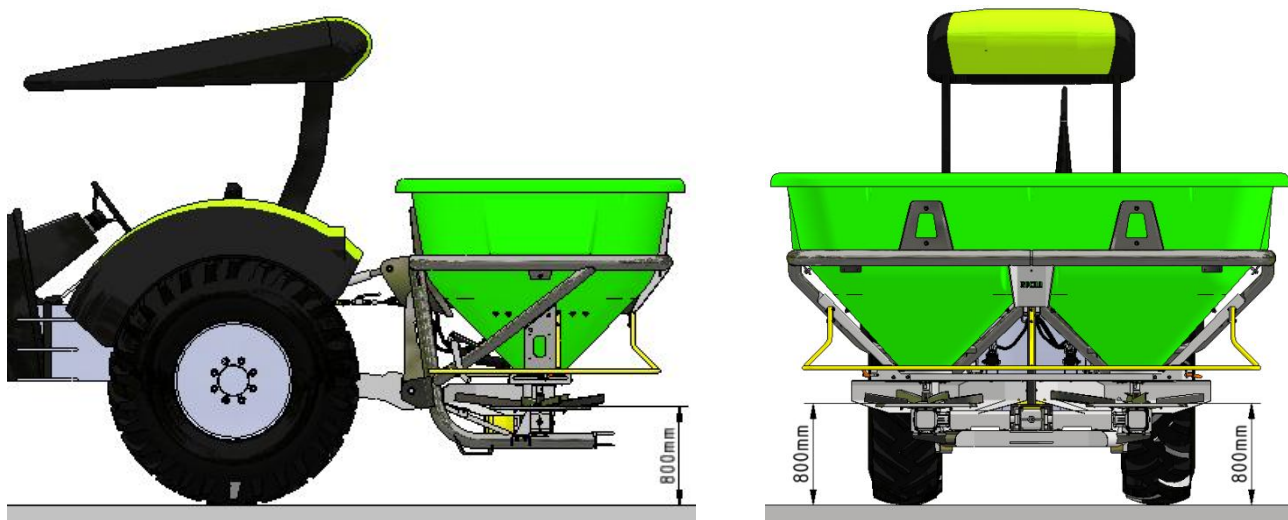

Figura 5.2 – Ejemplo de colocación de la máquina en posición de trabajo.
- Ajuste la altura de trabajo del esparcidor KC-RD EVO 2000 tomando como referencia la distancia entre el suelo y los platos esparcidores (*Figura 5.2*). Una vez ajustada esta medida (800 mm), debe nivelar la máquina con respecto al suelo (*Figura 5.2*).